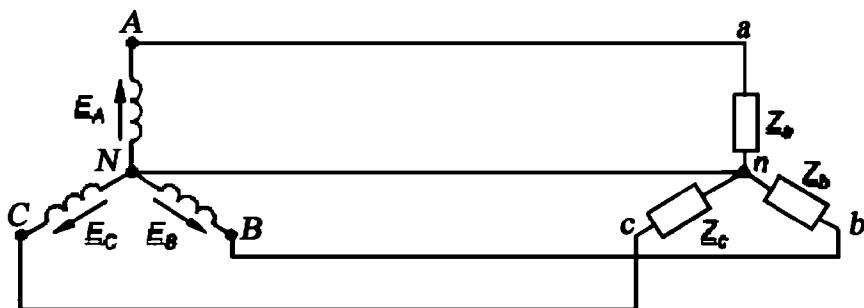

Рис. 1.26. Схема связанной трехфазной электрической цепи
- 4.3. Собрать связанные трехфазные электрические цепи с нейтральным проводом по схеме на рис. 1.26. Сопротивления  $Z_a$ ,  $Z_b$ ,  $Z_c$  выбираются из набора сопротивлений, комплектующих лабораторного стенда УИЛС-1, исходя из обеспечения симметричной и несимметричной нагрузки. Узел N собирается на наборном поле лабораторного стенда присоединением одного из выходов каждой фазы блока питания трехфазной цепи.
- 4.4. Измерить фазные напряжения и токи во всех фазах цепи для вариантов схемы (рис. 1.26) с симметричной и несимметричной нагрузкой. Результаты записать в таблицу 1.20.
- 4.5. Измерить линейные напряжения цепи для вариантов схемы (рис. 1.26) с симметричной и несимметричной нагрузкой. Результаты записать в таблицу 1.21.